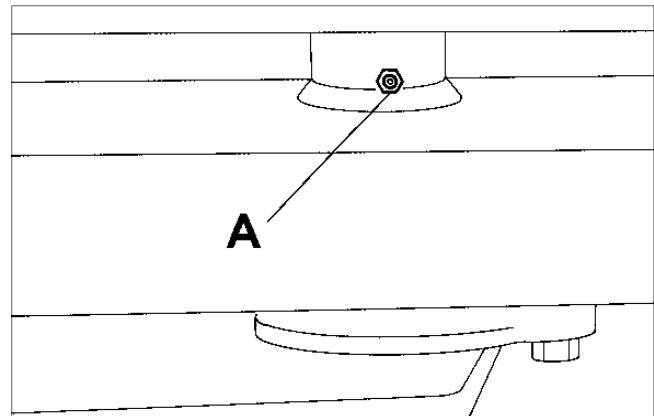

Fig.32
- (e) Bagakslens midterspindel (A Fig. 32).
- e) Bakaxelns mittapp UA fig. 32)